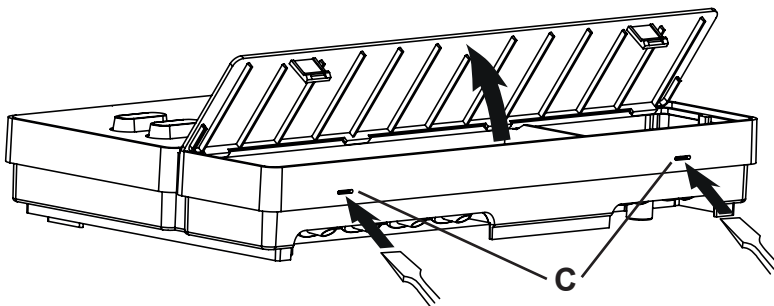

рис. 3 Снятие крышки с корпуса
2. Отверткой слегка придавить защелки **С** и снять крышку с корпуса (см. **рис. 3**).